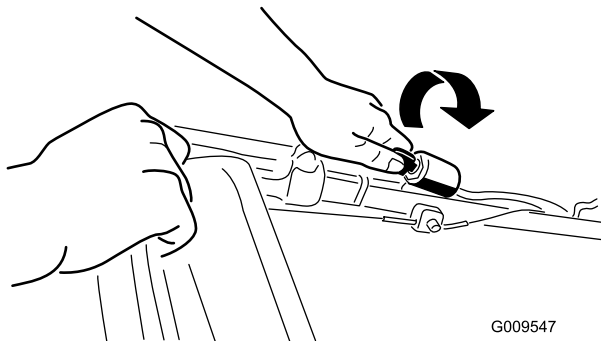
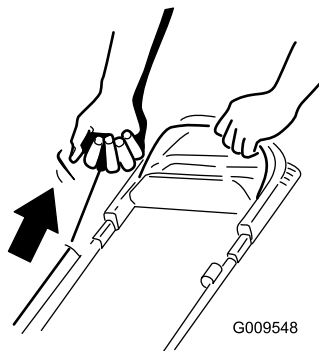

Figura 14
Figura 15
2. Gire la llave de contacto (Figura 14) (modelos de arranque eléctrico solamente) o tire del arrancador de retroceso (Figura 15).
**Nota:** Cuando tire del arrancador de retroceso, debe tirar suavemente hasta que note resistencia; luego tire con fuerza (Figura 15). Deje que la cuerda vuelva lentamente al manillar.